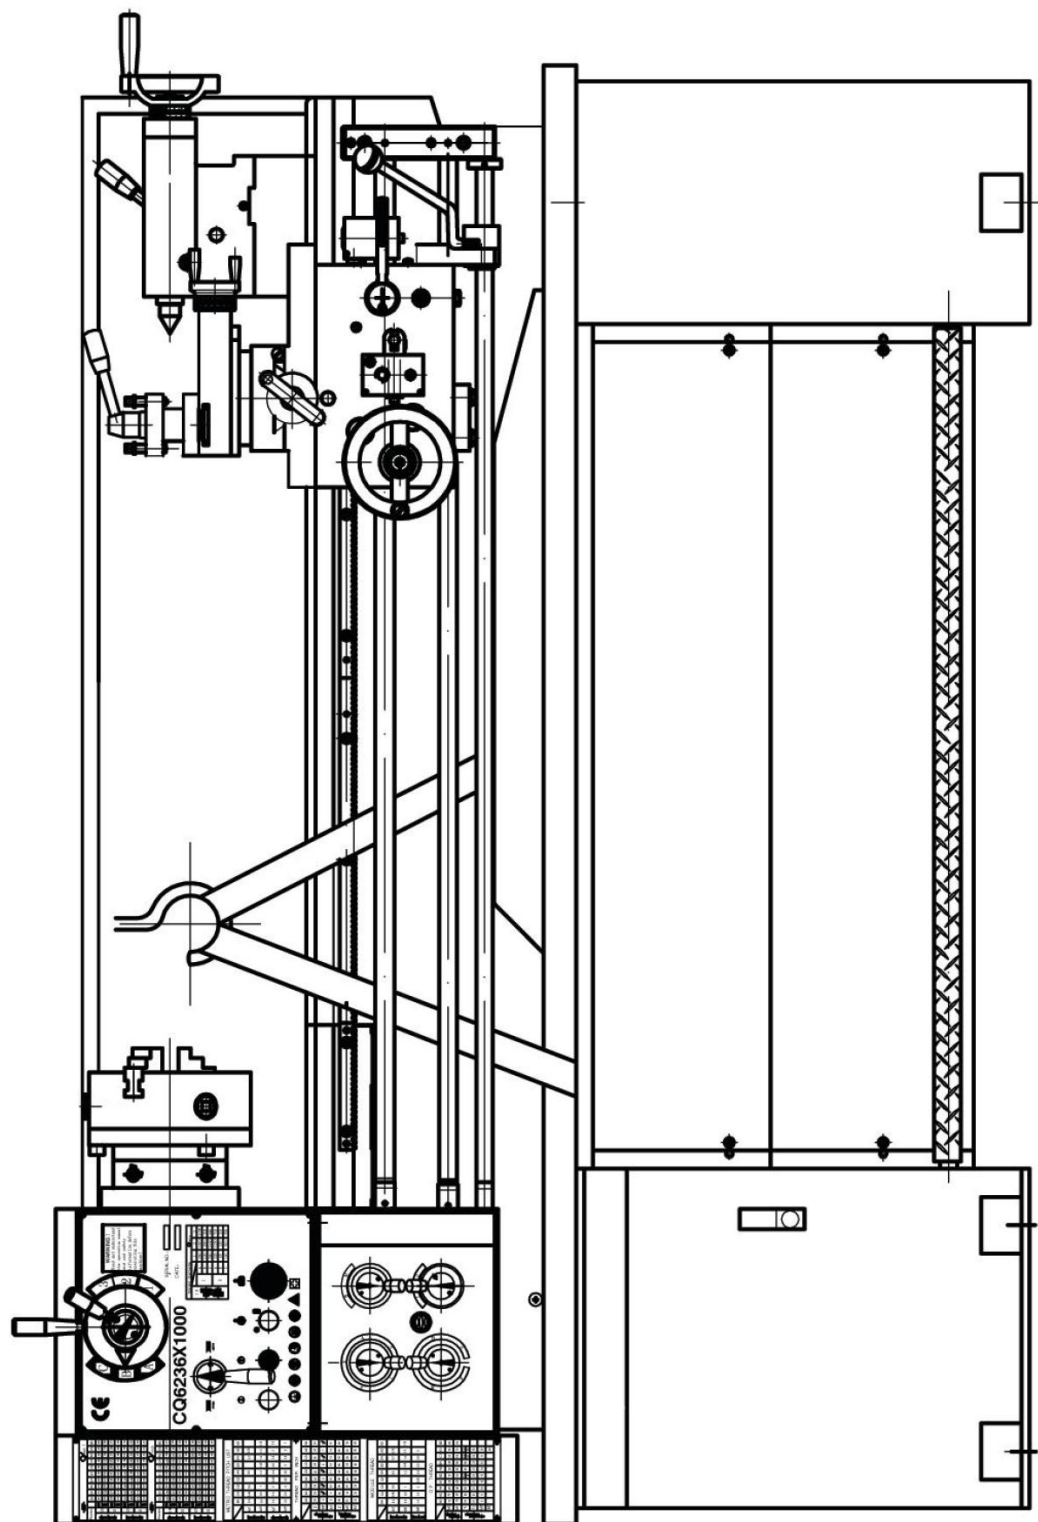

Рис. 2 Места крепления строп
2. При перемещении токарного станка крепите стропы, как показано на рис. 2.